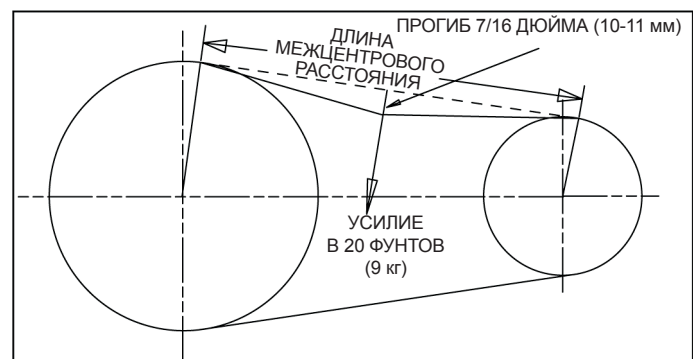

Рис. 5.5. Натяжение ремня
7. Проверьте натяжение ремня и отрегулируйте его при необходимости. Прогиб ремня в центре должен составлять 7/16 дюйма (10-11 мм) при нагрузке, приложенной к ремню 20 фунтов (9 кг). См. рис. 5.5.